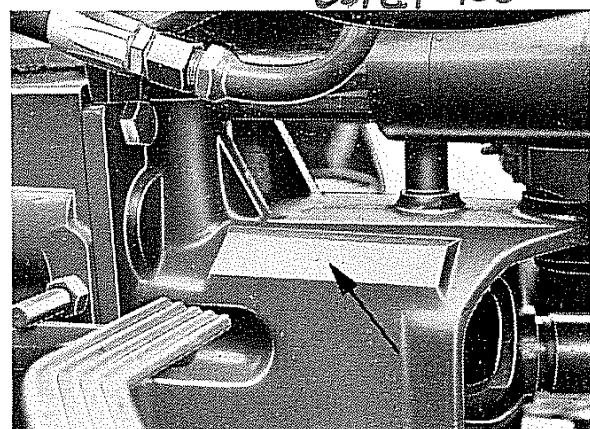

Fig. 35 - Identificazione trattice
N.B. - Sia la sigla del modello che il numero della trattice si trovano stampigliati sull'apposita targhetta metallica oppure nel punto indicato dalla freccia in fig. 35.